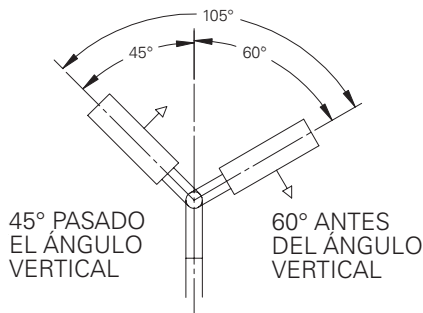

Figura 5
3. Cierre el motor de la luz (subconjunto de LED); para hacerlo, gire el conjunto del motor de la luz y asegúrese de que el sujetador o pestillo de retención esté presionado para que se conecte correctamente con la carcasa del accionador. Luego, apriete los cuatro (4) tornillos de montaje n.º 1/4-20 X 3,5" a 4,52 N-m (40 in-lb) (4,5 N-m). Asegúrese de que no se pellizquen los cables durante la instalación.
4. Para realizar el ajuste vertical final, suelte los pernos de pivote en la horquilla de la luminaria para colocar la luminaria en el ángulo deseado según la Figura 5.
5. Gire la carcasa de la luminaria a la posición deseada. Consulte la Figura 5.
6. Ajuste los dos (2) pernos de pivote de 1/2-13 a 61 N-m (45 ft-lb) (61 N-m) y dos (2) pernos en ángulo de 5/16-18 a 33,9 N-m (25 ft-lb) (33 N-m).